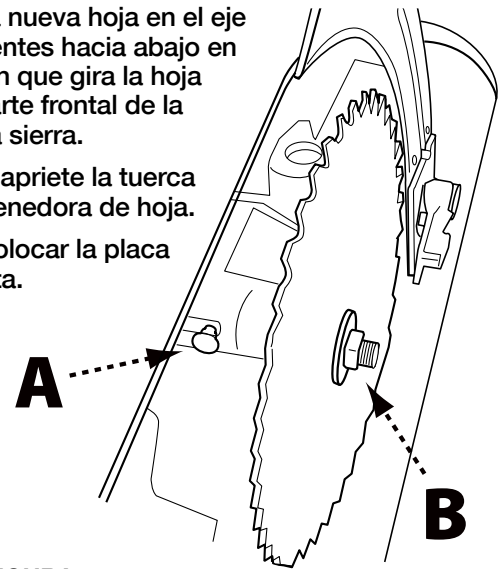

FIGURA 17
2. Presione y sostenga el botón de bloqueo del eje (A) que se muestra en la Figura 17.
3. Use la llave de eje incluida para quitar la tuerca y brida retenedora de hoja (B). Retire la hoja usada.